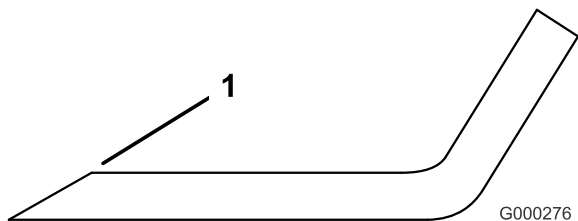

Figura 101
- Utilice una lima para afilar el filo de corte en ambos extremos de la cuchilla (Figura 101).